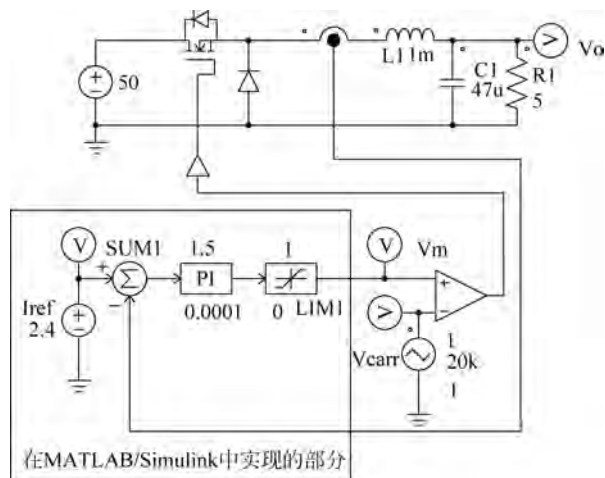
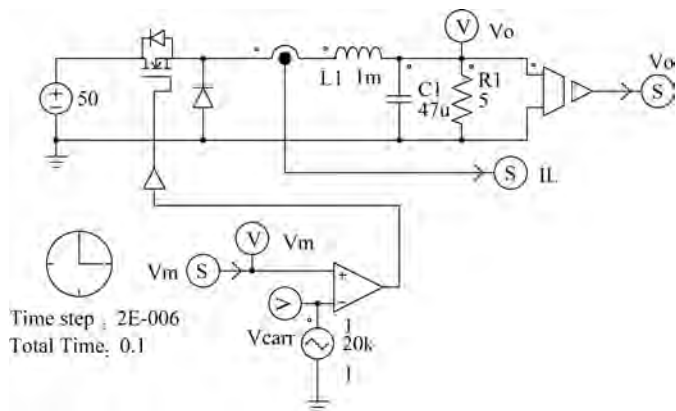
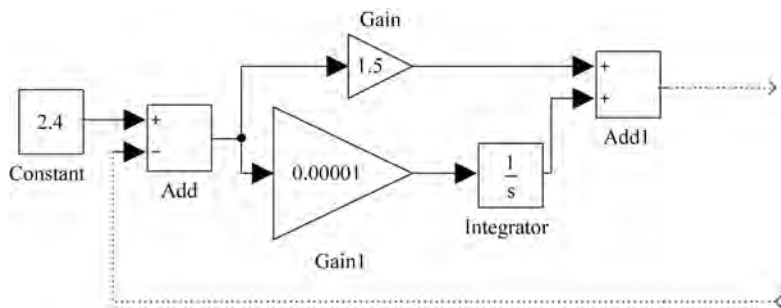

图 3-64 平均电流反馈控制电路模型
图 3-65 PSIM 中仿真电路模型
图 3-66 MATLAB/Simulink 中搭建的部分模型
本节将以单环平均电流反馈控制 Buck 变换器的协同仿真为例,说明 PSIM 与 MATLAB/Simulink 的协同仿真。本示例的完整仿真模型如图 3-64 所示。模型功率电路
在图 3-64 的模型中,将实线框内的部分放到 MATLAB/Simulink 中实现,其余部分(功率电路及部分控制电路)在 PSIM 中实现。本实例使用的 MATLAB 版本是 R2010b。
(2) 在 PSIM 中新建原理图文件,构建图 3-64 中的功率电路及部分控制电路模型,并添加输入、输出链接节点,设置仿真控制参数,电路模型如图 3-65 所示。
图 3-65 中的电路模型,将电流传感器(增益为 1)采集输出的电流连接到输出链接节点,并命名为 IL,将其值输出给 MATLAB/Simulink; 利用电压传感器(增益为 1)测量变换器的输出电压,并将采集输出连接到输出链接节点,并命名为 V_o ,将其值输出给 MATLAB/Simulink; 比较器的同相输入端是输入的调制信号,连接到输入链接节点,节点命名为 V_m ,将从 MATLAB/Simulink 中获得控制所需的调制信号。在 PSIM 模型中添加了 V_m 、 V_o 、 V_{carr} 的测量探头,在仿真结束后可以查看相关仿真运行数据。根据需要可以选择“Simulate→Arrange SLINK Nodes”菜单项调整链接节点的排列顺序,此处采用默认排列顺序。
(3) 在 MATLAB/Simulink 中构建实线框中的控制电路模型,如图 3-66 所示。模型准备从 PSIM 中获得电感电流 IL,并与常量 2.4 比较,将比较的误差经 PI 运算后获得的调整控制信号输出给 PSIM。模型中的参数设置与图 3-64 完全一致。